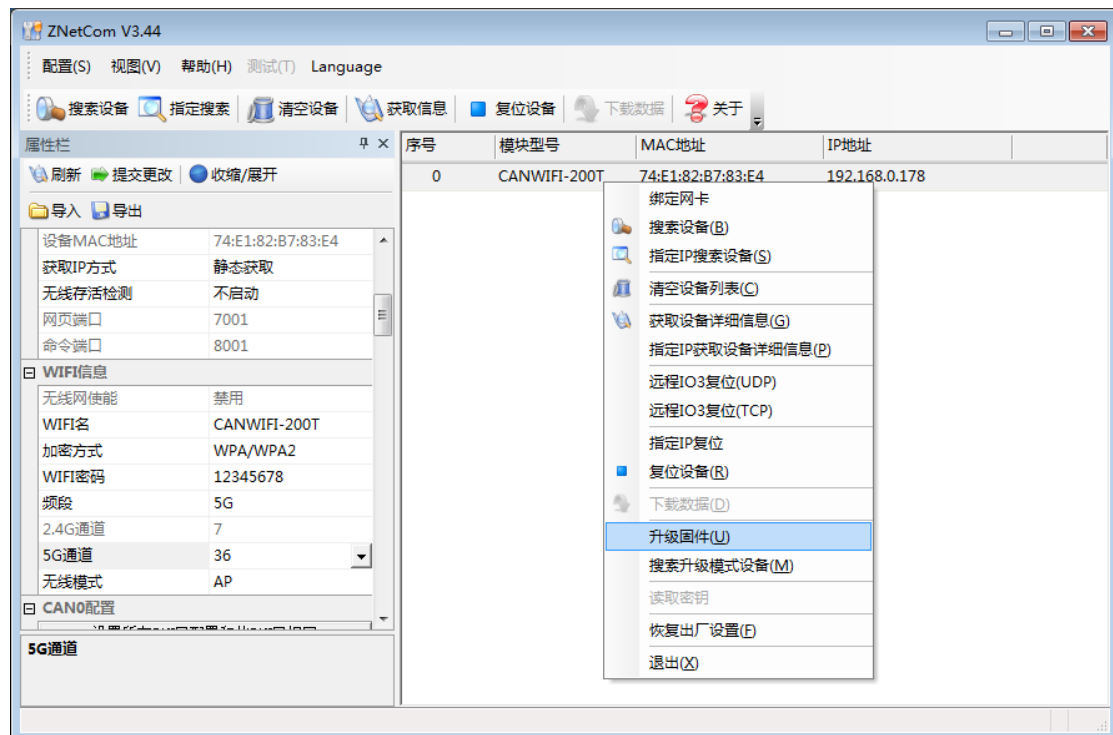

图 6.13 固件升级菜单项
1. 在 ZNetCom 软件的设备列表栏中，在列表项选中要升级的设备，点击鼠标右键，出现菜单项，如图 6.13 所示。